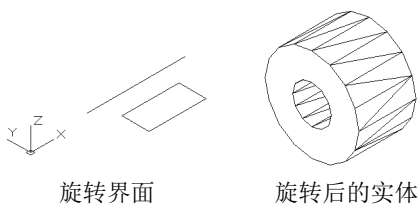

图 10-13 旋转结果
- (1) 模式: 指定旋转对象是实体还是曲面。
- (2) 指定旋转轴的起点: 通过两个点来定义旋转轴。AutoCAD 将按指定的角度和旋转轴旋转二维对象。
- (3) 对象(O): 选择已经绘制好的直线或用多段线命令绘制的直线段作为旋转轴线。
- (4) X(Y) 轴: 将二维对象绕当前坐标系(UCS)的 X(Y) 轴旋转。如图 10-13 所示为矩形平面绕 X 轴旋转的结果。